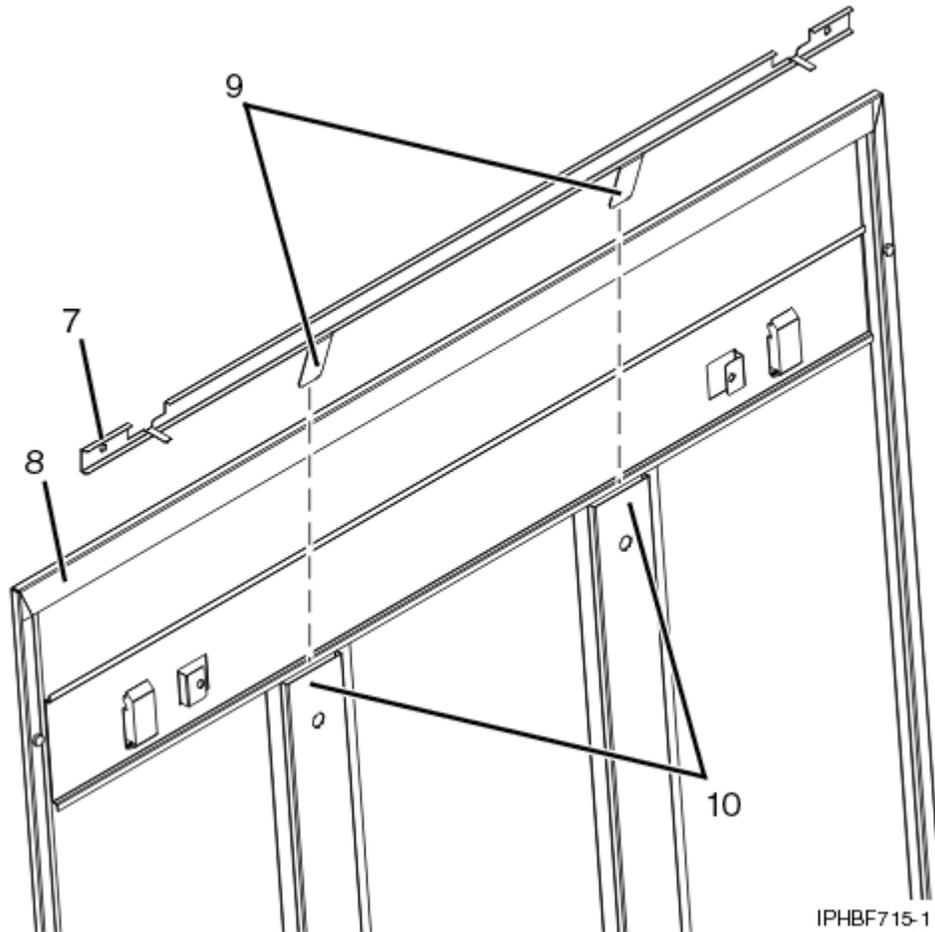

Figura 56. Instalar una barra corredera de seguridad
- b. Asegúrese de que el lado plano del riel de la barra corredera **(7)** en la Figura 56 en la página 86, esté orientada a la parte interior del panel de la cubierta **(8)**. Inserte las dos pestañas **(9)** del riel de la barra corredera en los dos canales de soporte vertical **(10)** del panel de la cubierta lateral.